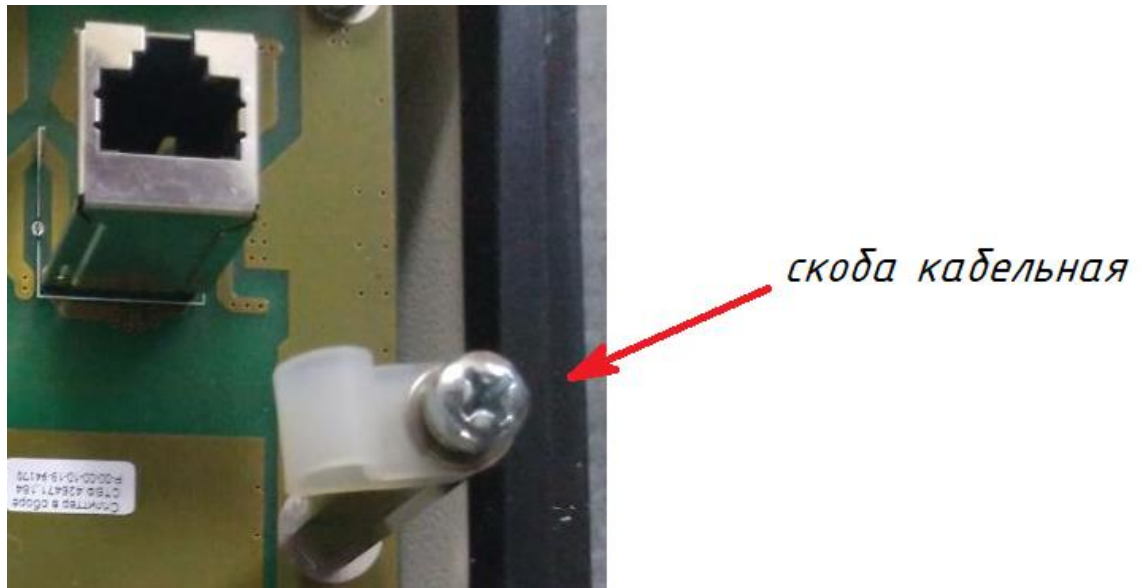

Рисунок 3 – Место крепления соединительного кабеля
3) завести кабель(ли) в кожух видеокамеры через гермоввод(ы) и закрепить его скобой кабельной (рисунок 3);